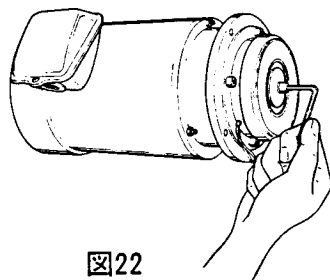

図22
(24) C形止め輪③③を軸にはめて、(126形は押え板と六角穴付きボルト④④を用いて)固定する。(図22) ボルト④④には、ねじ用の接着剤を少量塗布し、ゆるまないようにしてください。
(25) 軸受カバー①④(126形はモータブラケット③⑦)をハウジング①②へボルト③⑤(126形は④②)で固定し、空隙aをチェックする。